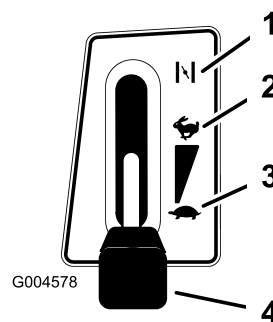

Figura 13
5. Spostate la leva dell'acceleratore su Starter (Figura 13).
7. Quando il motore è acceso, spostate lentamente la leva dell'acceleratore in posizione Fast (Figura 13). Se il motore si arresta o esita, tirate indietro la leva dell'acceleratore su Starter per alcuni secondi, quindi portatela alla massima (Fast). All'occorrenza, ripetete il procedimento.
1. Spostate la leva dell'acceleratore alla minima (Slow) (Figura 13).